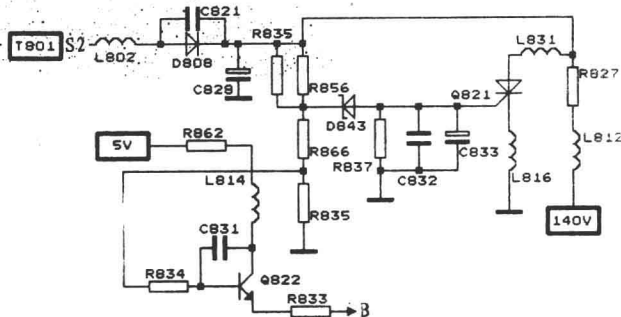

图 6
6. 140V 过压保护: 由齐纳二极管 D843、可控硅 Q821 及 Q822 组成 +B 140V 过压保护电路见图 6。电路正常时,R866、R835 两电阻上端电压太低,D843、Q821、Q822 截止。图中保护电路不影响负载回路工作。一旦发生异常,+B 140V 输出端超出允许值,经